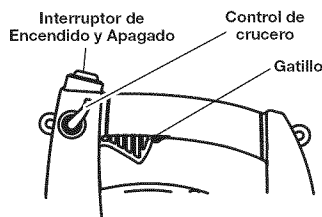

Fig. 11
NOTA: La unidad debe arrancarse en vacío. No apriete el gatillo hasta que el paso 7 (Fig. 11).
7. Apriete y sostenga el gatillo, o presione el control de cruceo (Fig. 11), y permitir que el motor se caliente durante 30 a 60 segundos.
2. Oprima y mantenga oprimido el Control de encendido y apagado en la posición APAGADO (O) hasta que el motor se detenga por completo (Fig. 11).
NOTA: La unidad debe arrancarse en vacío. No apriete el gatillo hasta que el paso 9 (Fig. 11).
9. Apriete y sostenga el gatillo, o presione el control de cruceo (Fig. 11), y permitir que el motor se caliente durante 30 a 60 segundos.